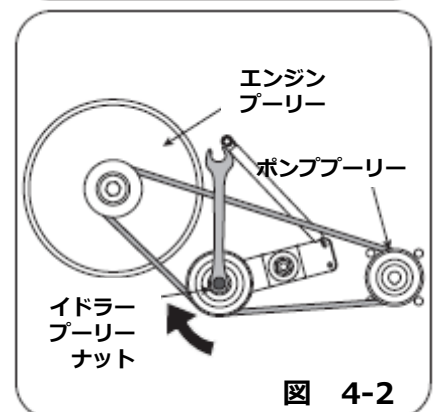

図 4-2
- もう1人が本機を持ち上げ続ける間 9/16の六角レンチでイドラープーリーナットをにぎり、図4-2に示すようにイドラーブラケットに差し込み回転させます。これでイドラープーリーから簡単に外れやすくすることができます。
- 新しいベルトを図4-2のように3つのプーリーの周りを取り付けてください。